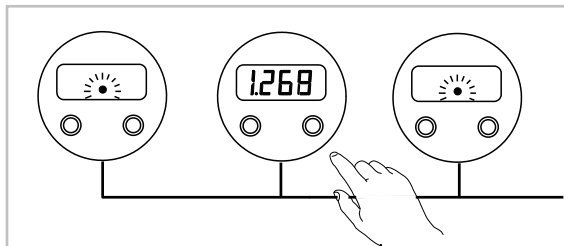

Рис. 14
- после нажатия на любую кнопку, сигнализатор переходит в рабочий режим и посылает команду перевода других сигнализаторов в «спящий режим» (рис. 14). На команду не реагируют сигнализаторы, настроенные на режим «обычная работа» - они никогда не «засыпают»;